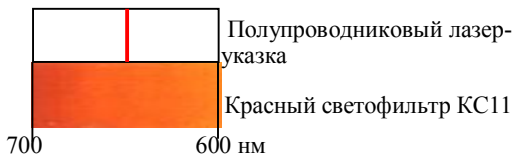

Рис. 8.4. Линия индуцированного излучения полупроводникового лазера и спектр пропускания красного светофильтра
- 3.2 Установить сбоку от монохроматора источник белого света и красный светофильтр. Опустить призму сравнения, рассмотреть в окуляр одновременно линию индуцированного излучения лазера и сплошной спектр красного светофильтра (рис. 8.4). Записать показания барабана, соответствующие границам полосы пропускания светофильтра, и определить соответствующие длины волн. Сравнить ширину линии индуцированного излучения лазера с шириной спектра пропускания красного светофильтра и сделать из этого сравнения вывод.